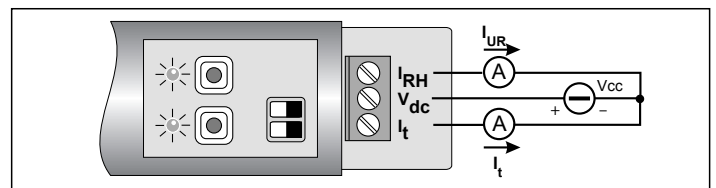
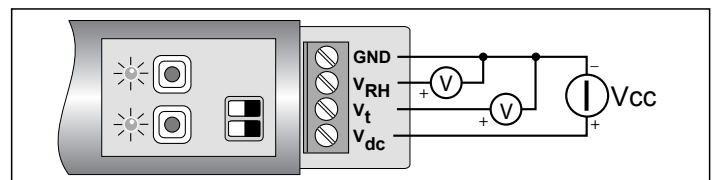

Fig. 5
Fig. 6
2. Collegare i fili per alimentare lo strumento come riportato negli schemi di collegamento di fig.5 (HD9008TR) e fig.6 (HD9009TR).